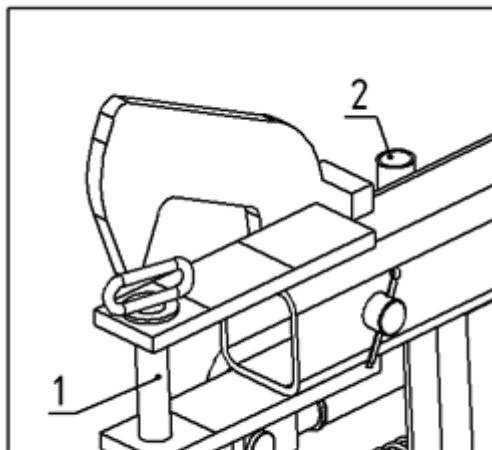

Рисунок 6
- удалите два предохранительных штифта безопасности 1 (рис.6) и установите их в опорные трубки 2;
- установить два предохранительных штифта (рис. 6) для фиксации боковых рам в вертикальном положении.